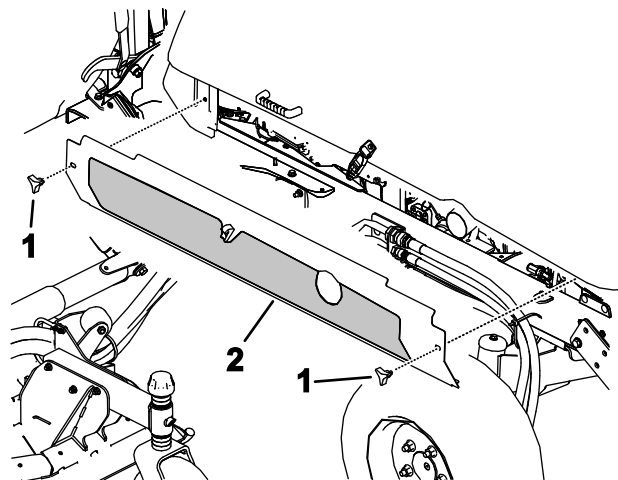

Figura 101
4. Desaperte os manípulos e retire os resguardos de ambos os lados (Figura 101).
5. Instale os resguardos laterais (Figura 101).